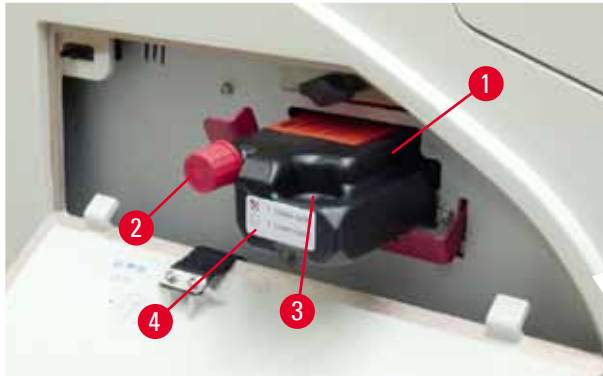

Fig. 54
3. Staccare la pellicola protettiva e inserire la cartuccia fino a quando non è a metà del vano della cartuccia (→ "Fig. 54").